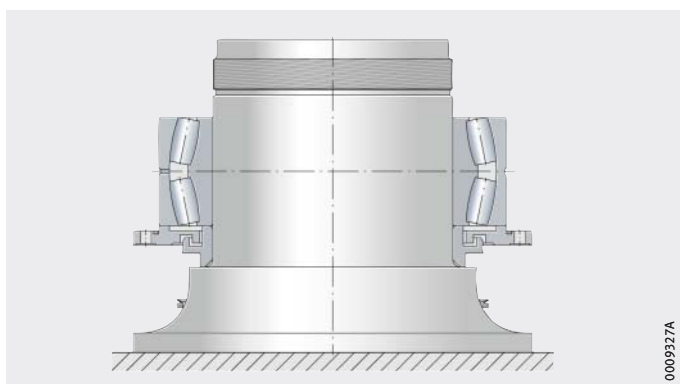

Bild 11
- ▶ Das erwärmte Pendelrollenlager mittels geeigneter Hebevorrichtung auf die Welle schieben, bis der Labyrinthtring erreicht ist, *Bild 11*. Während des Aufziehens muss der Innenring zur Welle genau parallel ausgerichtet sein, um ein Verkanten des Innenrings zur Welle zu vermeiden. Bei Gefahr von Klemmen sofort wieder abziehen und neu erwärmen.